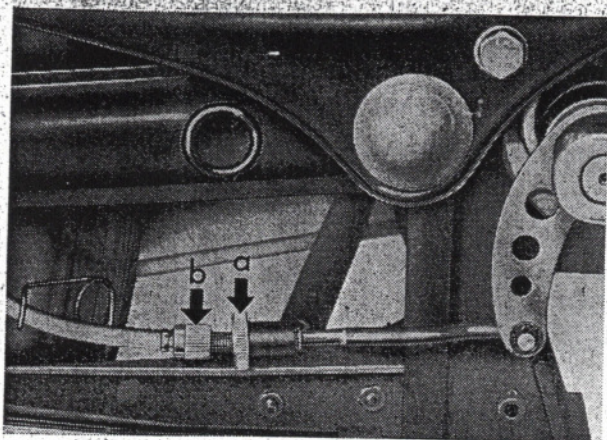

Abb. 138 Bremsseil für Hinterradbremse VI/58/2434a
1. Gegenmutter „a“ (Abb. 138) lösen, und Stellschraube „b“ hineinschrauben.